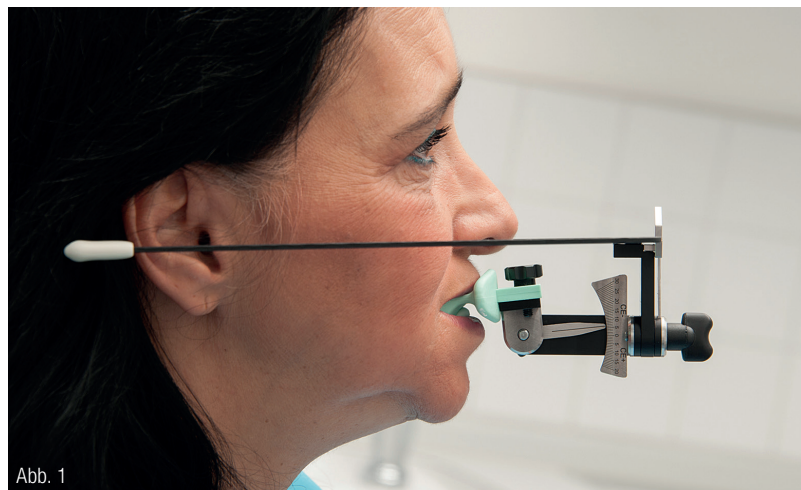
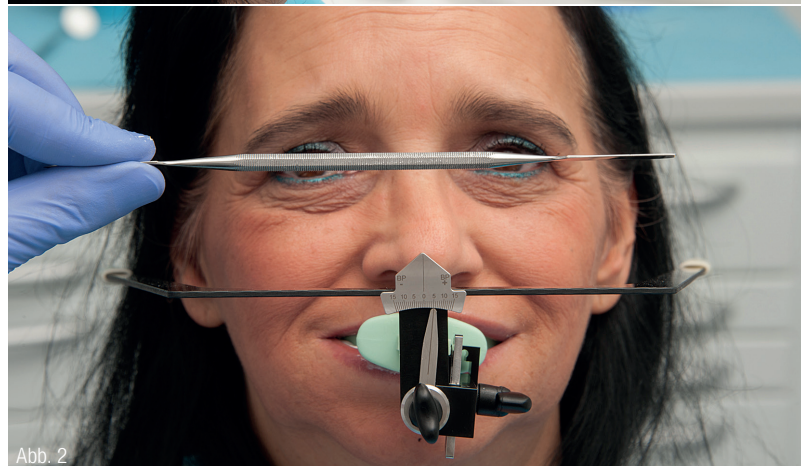

Abb. 1
Abb. 2
Mithilfe der Vorbissnahme lässt sich bereits in der ersten Sitzung die patientenspezifische Okklusionsebene ermitteln. Dazu wird das UTS CAD am Griff des Centric Tray fixiert. Im Patientenmund eingesetzt, wird der Grundbogen parallel zur Camper'schen Ebene (CE) und zur Bipupillarlinie (BP) ausgerichtet (Abb. 1 und 2). Die Lage der Okklusionsebene ist an den beiden Skalen für BP und CE ablesbar. Der Kliniker übermittelt diese Werte zusammen mit der Erstabformung und der Vorbissnahme an den Zahntechniker.
Abb. 1: Patientenspezifische Relation der provisorischen Bissnahme zur Camper'schen Ebene (CE) mit UTS CAD. **Abb. 2:** Patientenspezifische Relation der provisorischen Bissnahme zur Bipupillarlinie mit UTS CAD.